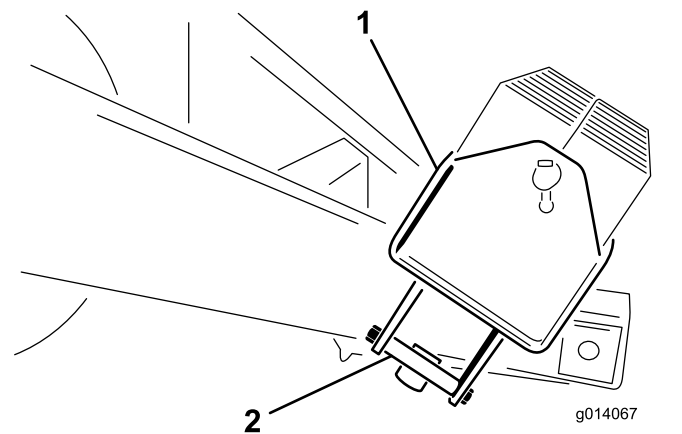

Рисунок 5
2. Удалите болты (1/2 x 5 1/2 дюйма) с монтажного кронштейна, удерживающего ящик для грузов. Удалите в отходы монтажные кронштейны (Рисунок 5).